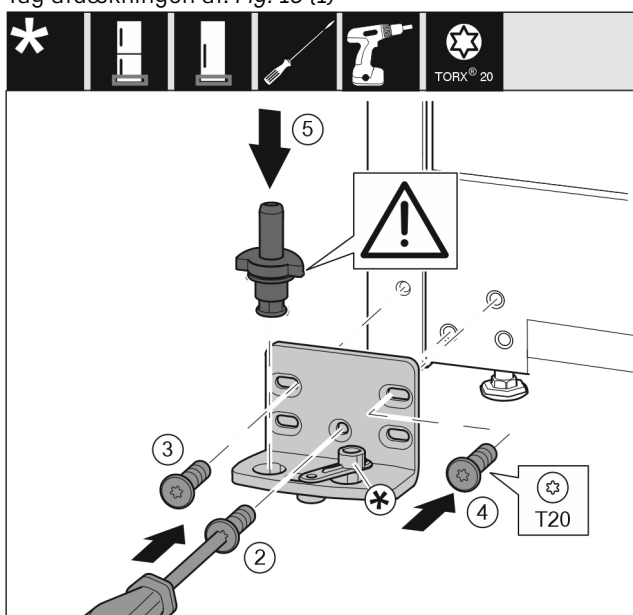

Fig. 17
- Sæt hængselkonsollen på i den anden side, og skru den fast med en skruetrækker T20. Begynd med skruen 2 forneden i midten. *Fig. 17 (2)*
- Stram skruerne 3 og 4. Fig. 17 (3,4)
- Sæt hængselboltens helt i. Sørg i den forbindelse for, at låsekammen vender bagud. Fig. 17 (5)